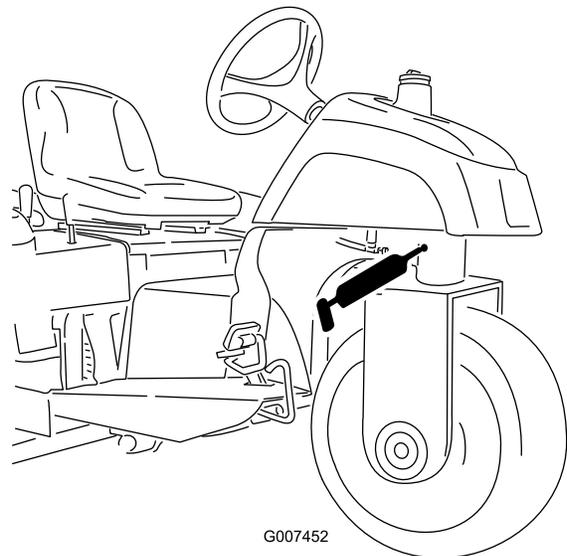

Figura 26
- Articulação da direção (Figura 26)
**Nota:** O bocal de embeber na articulação da direção (Figura 26) necessita de um adaptador de bico de pistola de pulverização. Encomende a peça nº 107-1998 da Toro ao seu distribuidor autorizado Toro.